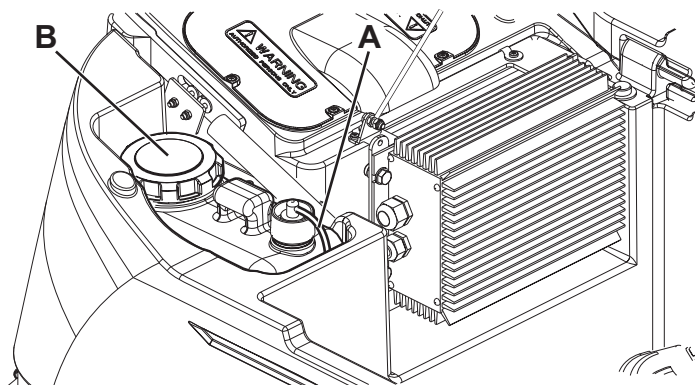

Рис. 10
2. Откройте крышку (20) и проверьте, что бачок для отработанной воды (19) пуст, иначе опорожните его с помощью сливного шланга (24). Закройте крышку (20).
3. Аккуратно поднимите бак в сборе (44).
4. Выверните пробку и отсоедините шланг (А, Рис. 10) от бачка (В).
7. Установите резервуар (42) в положение, показанное на схеме, и подключите к нему шланг (А).